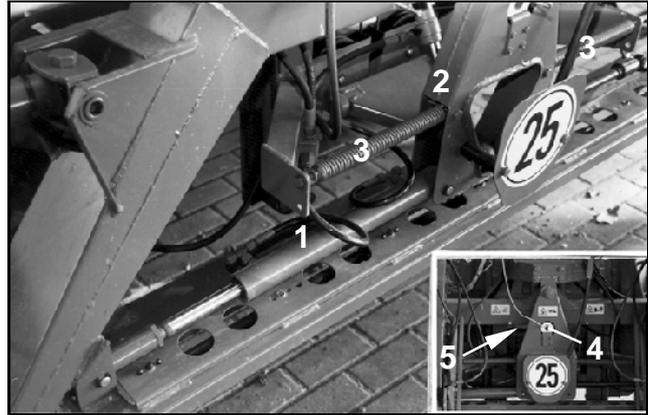
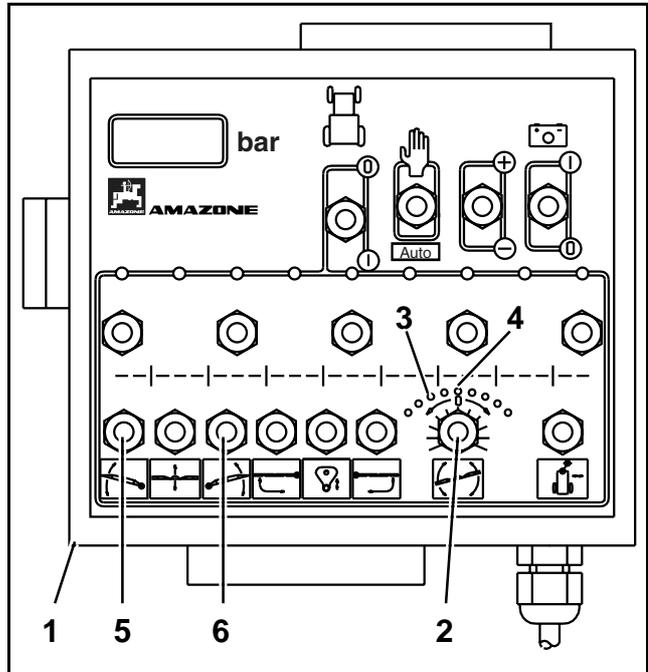

Fig. 8.76
Fig. 8.77
- Mediante el pulsador (Fig. 8.77/2) alinear el varillaje paralelamente al marco del rociador.
- Girar con la mano el potenciómetro (Fig. 8.76/4) en el rodillo alrededor del cual está enrollado el hilo, (Fig. 8.76/5) hasta que se prenda el diodo central (Fig. 8.77/4).